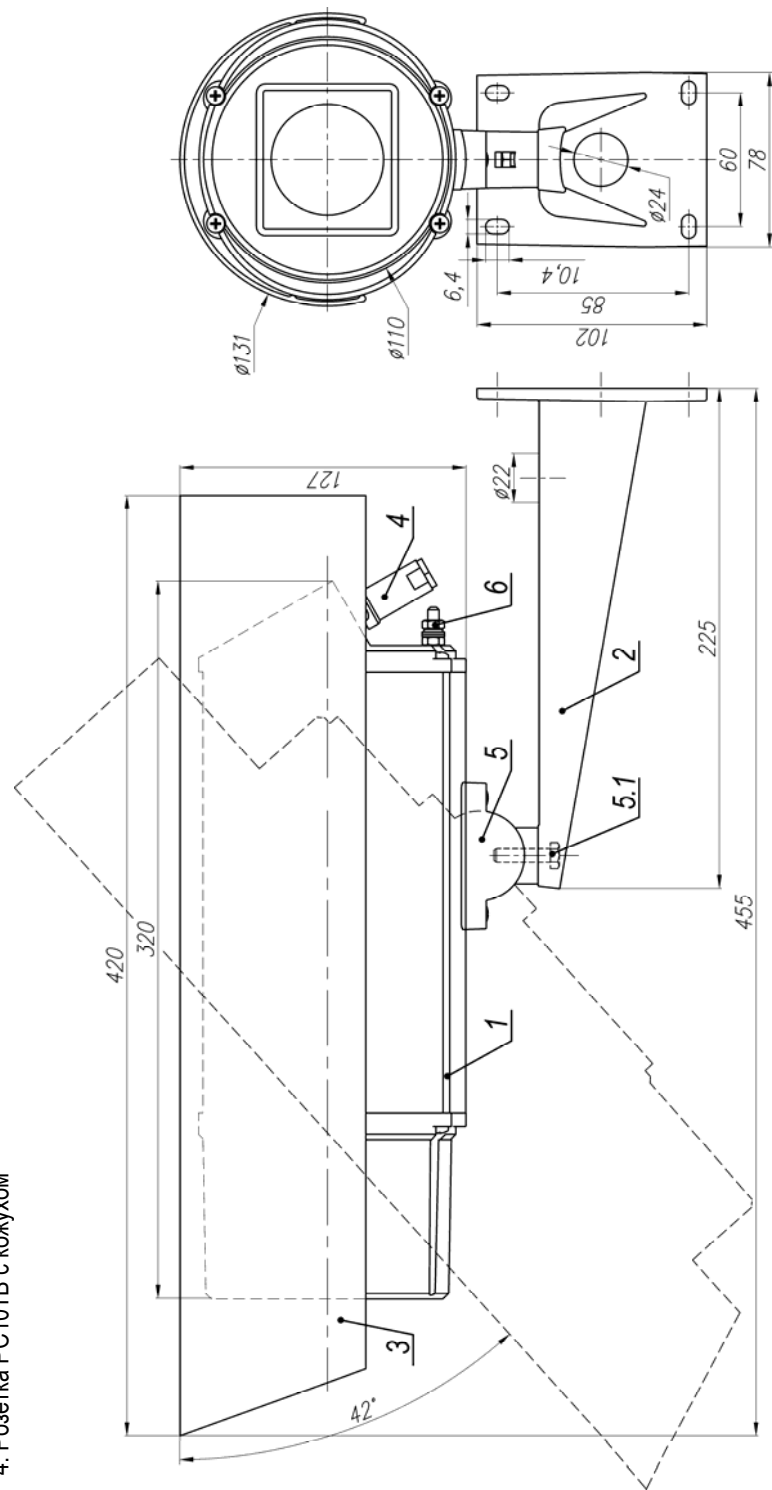

Рис.1 Габаритные и установочные размеры ТВК-93 PoE
9. Габаритные размеры ..... см. рис.1
**Состав изделия:** (см. рис.1)
3. Ослабив болт фиксации шарнира (поз.5.1 рис.1), установить гермобокс на нужное направление обзора, после чего надежно зафиксировать шарнир затянув болт.
4. Заземлить гермобокс с помощью болта заземления (поз.6 рис.1).